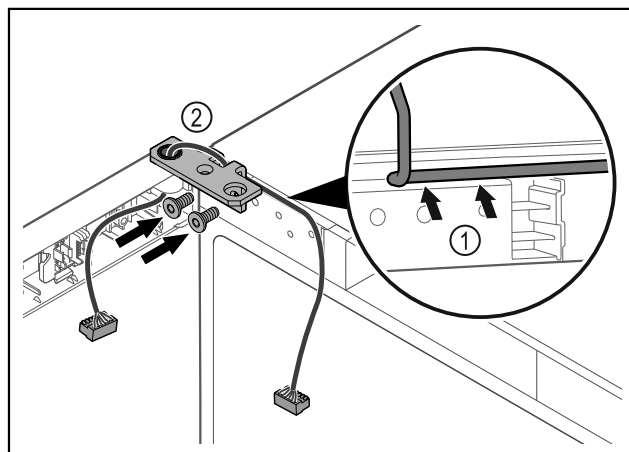

Fig. 53
- Kabel durch die Ausparung des Scharnierwinkels führen und vorsichtig verlegen Fig. 53 (1).
- Scharnierwinkel Fig. 53 (2) anschrauben.